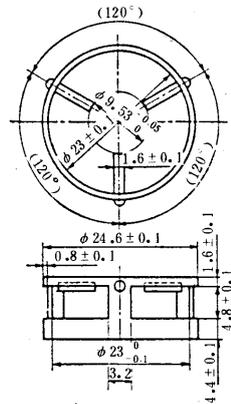

图 3 钢球定位环(单位:mm)
2.1.3 钢球定位环：黄铜或不锈钢制成，形状尺寸如图 3。